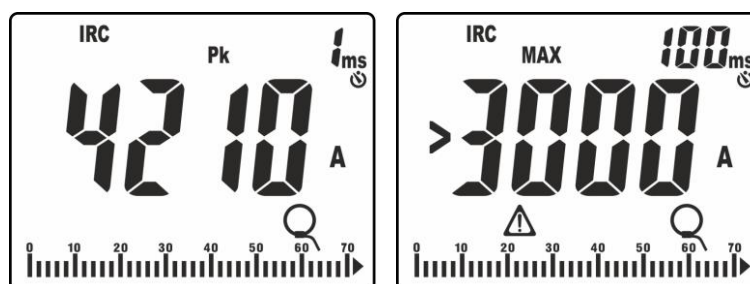

Abb. 42: Beispiel : Anzeige des Anlaufstroms
- Spitzenwert "Pk" (Peak) kalkuliert in **1ms** (siehe Abb. 42 – linke Seite)
11. Wenn der gemessene Strom den eingestellten FS (max. Messbereich der Zange) überschreitet, erscheint eine Meldung wie diejenige in der Abb. 42 – rechte Seite (in Bezug auf FS = 3000A) im Display.